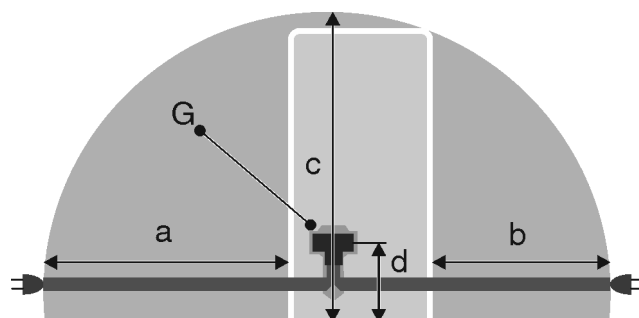

Fig. 53 *
- Steckdose liegt nicht hinter dem Gerät, sondern in den Bereichen a oder b Fig. 53 (a, b, c).
- Gerätestecker Fig. 53 (G) auf der Rückseite des Gerätes einstecken. Auf richtiges Einrasten achten.